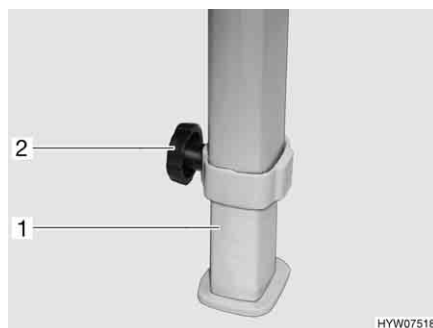

Fig. 26 Regolazione altezza tavolo sospeso
- Svitare la vite a testa cilindrica zigrinata (Fig. 26,2).
- Sollevare o abbassare il piano del tavolo in avanti, fino a che il piano del tavolo non è in posizione orizzontale. Contemporaneamente il prolungamento del piede del tavolo (Fig. 26,1) scorre verso l'esterno o l'interno.